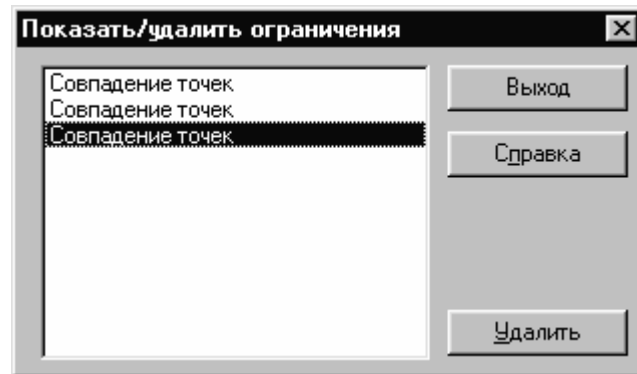

Рис. 38. Показать/удалить ограничения
- 3.11. Выберите в эскизе дугу малого радиуса и из контекстного меню выберите пункт «**Показать/удалить ограничения**». В появившемся окне должны быть три строчки «**Совпадение точек**» (центр с началом координат, конец дуги с концом отрезка, конец дуги с концом другого отрезка) (рис. 38).